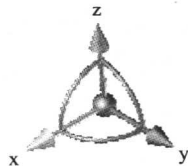

图 1-14 罗盘
①层的状态: 绿色 = 当前层, 红色 = 可见层, 黑色 = 消隐层。
②激活 (使层可见) 或抑制 (使层不可见)。
③冻结/解冻, 被冻结层中的元素可见, 但用户不能对其进行修改。
(11) 罗盘 (如图 1-14 所示)